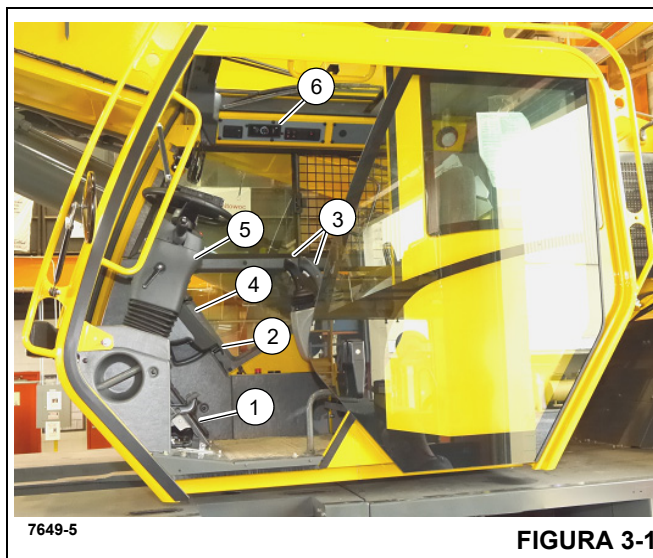
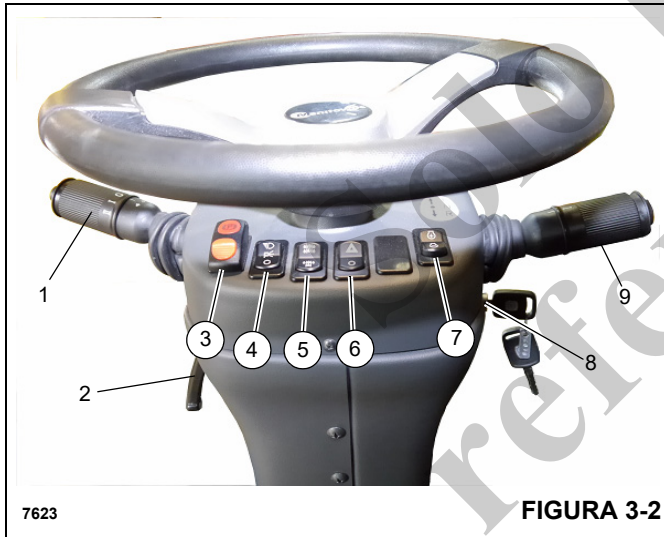

FIGURA 3-1
FIGURA 3-2
Todos los controles e indicadores para el uso y monitoreo de las funciones de la grúa se encuentran en el interior de la cabina de la grúa (Figura 3-1).
El conjunto de la columna de dirección (5) (Figura 3-1) es una columna de dirección telescópica e inclinable tipo pedestal. Tiene la capacidad de inclinarse 30° hacia atrás o levantarse verticalmente 60 mm (2.3 pulg). Incluye el interruptor de encendido y otros interruptores de control (Figura 3-2).
La palanca de los señalizadores de viraje y los controles del limpia/lavaparabrisas (1) (Figura 3-2) se encuentran en el lado izquierdo de la columna de la dirección. Empuje la palanca de señalizadores de viraje hacia abajo para que las luces señalizadoras delantera y trasera izquierdas destellen. Empuje la palanca de señalizadores de viraje hacia arriba para que las luces señalizadoras delantera y trasera derechas destellen.
La columna de control de dirección se puede girar hacia atrás a aproximadamente 30° y se puede elevar aproximadamente 60 mm (2.3 pulg). Gire la palanca de control (2) (Figura 3-2) hacia abajo para bloquear la columna de dirección en su lugar. Al girar la palanca hacia arriba, se libera la columna de dirección para hacer los ajustes.
El control del freno de estacionamiento (3) (Figura 3-2) se encuentra en la parte delantera de la columna de dirección. Este interruptor de dos posiciones ON/OFF (encendido/apagado) sirve para aplicar y soltar el freno de estacionamiento instalado en la línea impulsora. La luz indicadora roja del freno de estacionamiento en la pantalla se ilumina al activarse el interruptor de presión en el sistema de liberación del freno y al aplicarse el freno.
El interruptor de faros (4) (Figura 3-2) se encuentra en la parte delantera de la columna de dirección. Este interruptor de tres posiciones (OFF/Park/Headlight) (apagado/estacionamiento/faros) controla el funcionamiento de las luces de los medidores, los LED de los controles y las luces de posición en las partes delantera y trasera y los costados de la grúa. El interruptor se ilumina cuando la llave está en la posición ON (encendido) o Arranque.
El selector de eje motriz (5) (Figura 3-2) se encuentra en la parte delantera de la columna de dirección y se ilumina cuando la llave está en la posición ON (encendido) o de arranque. Este interruptor de dos posiciones se usa para seleccionar la tracción en dos (gama alta) o en cuatro ruedas (gama baja).
El Interruptor de luces de advertencia (6) (Figura 3-2) se encuentra en la parte delantera de la columna de dirección y es un interruptor basculante de dos posiciones ON/OFF (encendido/apagado). Cuando el interruptor se coloca en la posición ON (encendido), los cuatro señalizadores de viraje y las luces de indicador de señalizadores de viraje en la columna de dirección destellan al mismo tiempo.
El interruptor de aumento/reducción (7) (Figura 3-2) es un interruptor momentáneo de tres posiciones con la posición en el centro de apagado. Utilice este interruptor para ajustar la velocidad (rpm) del motor. Presione la parte superior o inferior del interruptor de aumento/reducción para aumentar o disminuir el ralentí lento del motor.
El interruptor de encendido (8) (Figura 3-2) se encuentra en el lado derecho de la columna de dirección y debajo de la palanca de cambios de la transmisión (9). El interruptor accionado por llave tiene tres posiciones: APAGADO [0], MARCHA [1] y ARRANQUE [2].
La palanca de cambios de la transmisión (9) (Figura 3-2) se encuentra en el lado derecho de la columna de la dirección. Esta palanca de control acciona la válvula selectora de la transmisión por medios eléctricos. Si se desplaza la palanca hacia arriba se activan las marchas de avance y si se la desplaza hacia abajo se activan las marchas de retroceso. Cuando la palanca se encuentra en el punto muerto, reposa en un tope. Para poder mover la palanca hacia arriba o hacia abajo, tire de ella hacia arriba primero. Para cambiar la